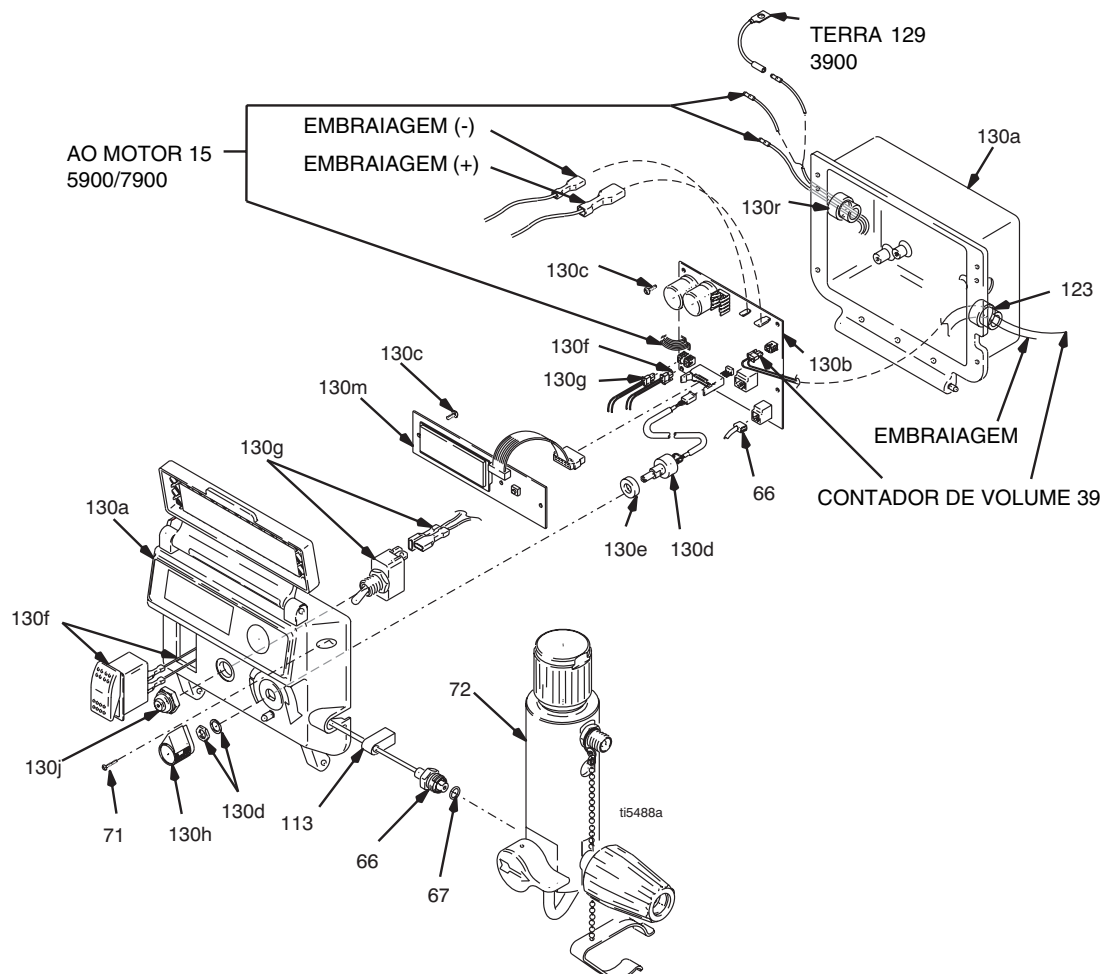

FIG. 14
12. FIG. 14. Ligue os conectores do cabo da embraiagem ao interior do regulador da pressão.
1. FIG. 14. Retire dois parafusos (71) e movimente a tampa (130a) para baixo.
- FIG. 14. Retire dois parafusos (71) e movimente a tampa (130a) para baixo.
- fio do transdutor (66);
- fio do sensor do contador de volume (39);
- FIG. 14. Instale o painel de controlo (130b) com os quatro parafusos (130c).
- Desligue o fio do transdutor (66) do painel de controlo (130b).
- Puxe o conector do transdutor pela arruela de borracha (113).
- Retire o transdutor do regulador da pressão (66) e o anel em O (67) da caixa do filtro (72).
- FIG. 14. Instale o anel em O (67) e o transdutor do regulador da pressão (66) na caixa do filtro (72). Utilize um binário de aperto de 35 - 45 pés - lbs.
- Ligue o fio do transdutor (66) ao painel de controlo (130b).
- Movimente a tampa (130a) para cima e fixe-a com dois parafusos (71).
- FIG. 14. Instale o potenciómetro, a porca do veio, a anilha de segurança e o botão do potenciómetro (130h).